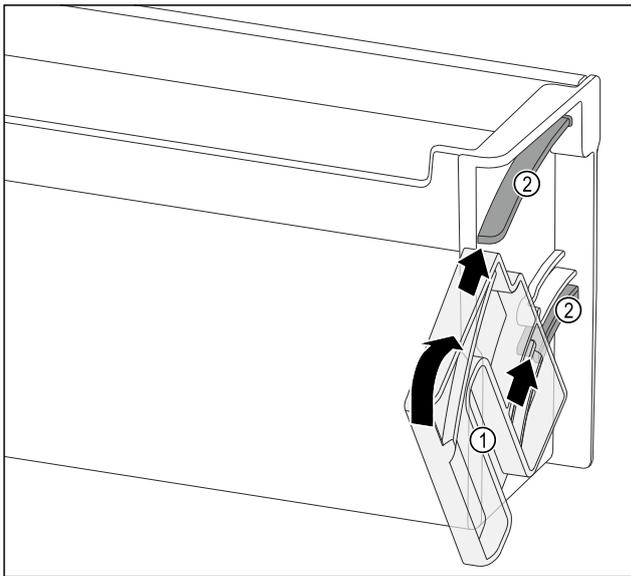

Fig. 114
- Positionner l'unité de rotation Fig. 114 (1) de manière à placer les évidements exactement en face des canaux de guidage Fig. 114 (2) du balconnet de contre-porte.
- Tourner l'unité de rotation Fig. 114 (1) dans le sens indiqué.